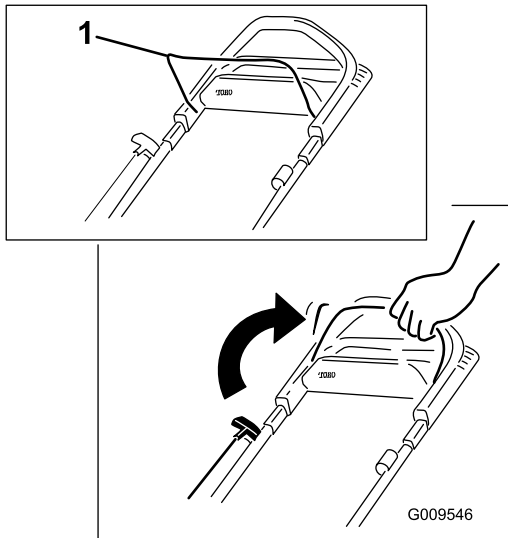

Figura 14
1. Sujete la barra de control de las cuchillas contra el manillar (Figura 14).
1. Levante el deflector trasero (Figura 14).